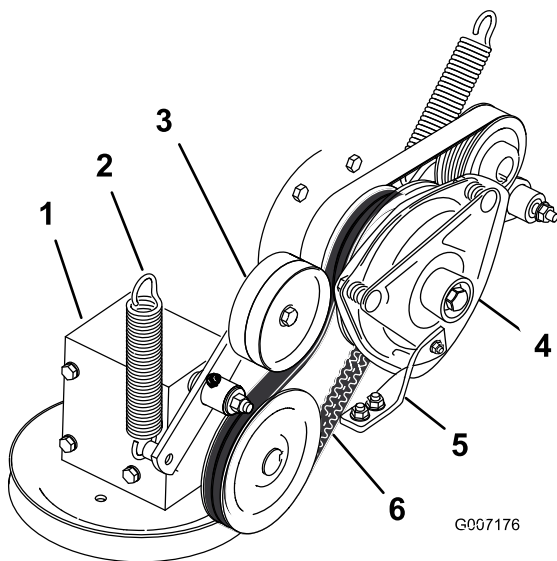

Figura 89
4. Togliete la molla di tensione dal braccio di rinvio (Figura 89).
7. Montate la cinghia di trasmissione della PDF attorno alla puleggia della frizione e la puleggia della scatola ingranaggi (Figura 89).
9. Montate la molla sul braccio di rinvio (Figura 89).